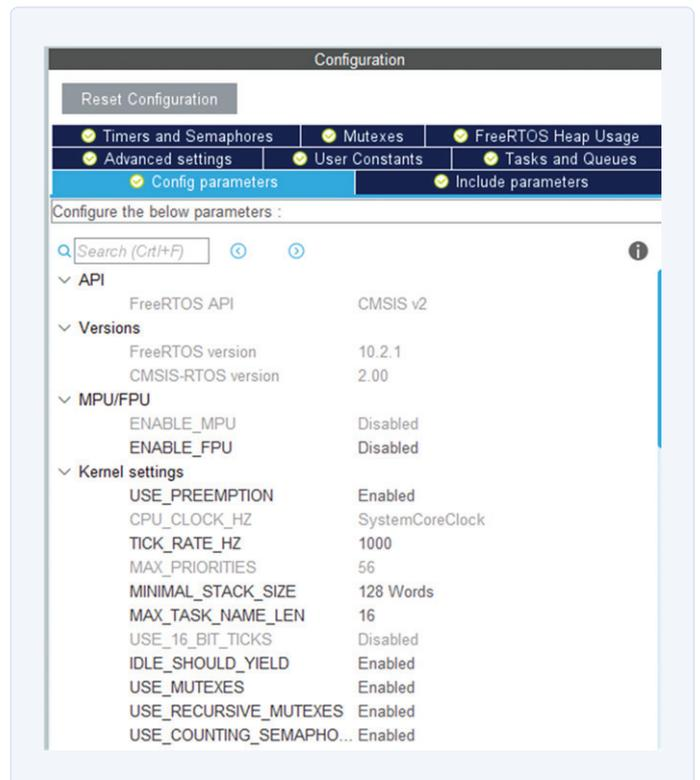

Bild 3. Übernehmen Sie die Standardwerte unter Config parameters.
- > Es gibt viele Parameter, die auf dem Tab *Configuration* eingestellt werden können. Dies erfordert aber gute Kenntnisse in FreeRTOS, so dass wir in diesem Beispielprojekt besser alle Standardwerte übernehmen (**Bild 3**).